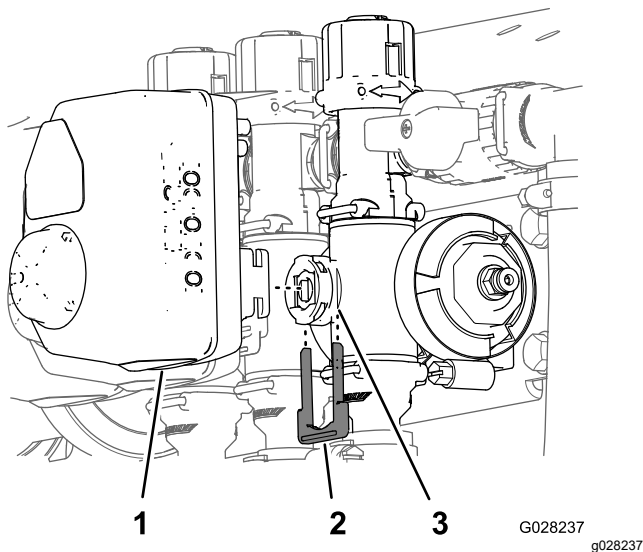

Figura 66
3. Remova o retentor que prende o atuador ao coletor da válvula para o controle de taxa, agitação, seção principal ou válvula de seção (Figura 66).